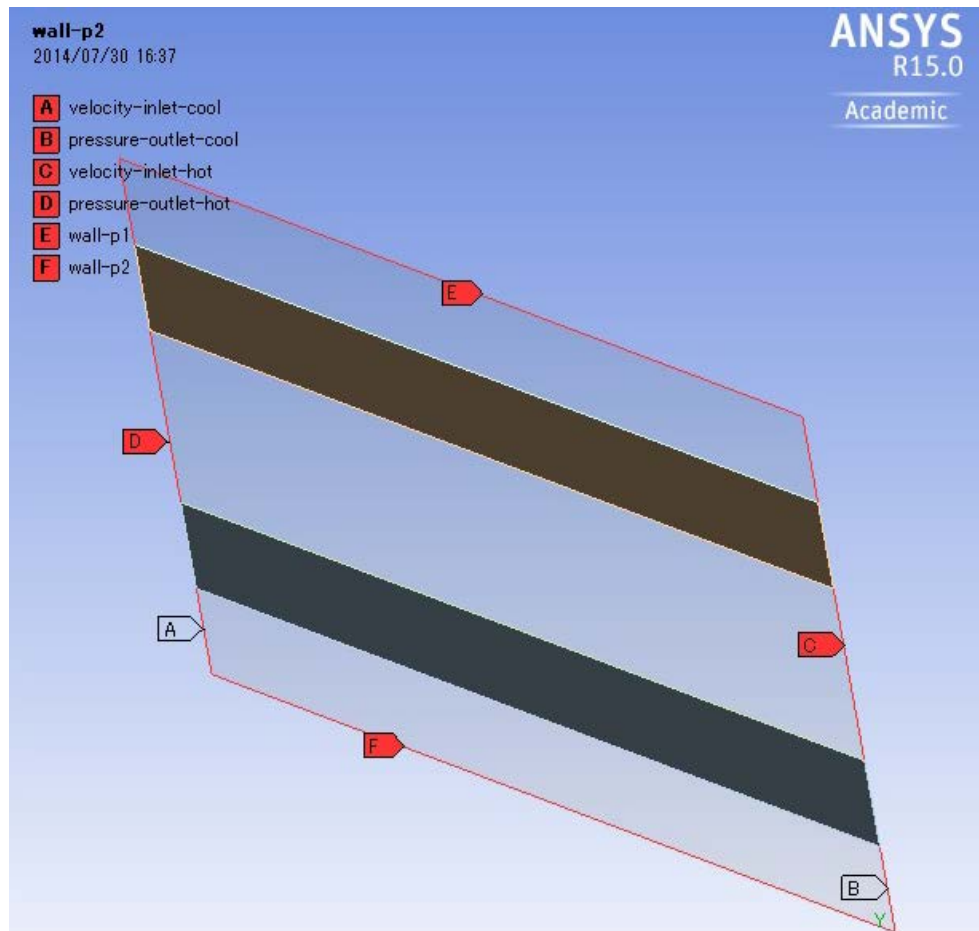

図 20 熱交換器の境界条件種の設定
- ・ 境界条件の種類の設定終了時の状態は図 20 のようになる。 **File** → **Export** でファイル名を **tube-heat-exchanger.msh** としてメッシュファイルを作成する。